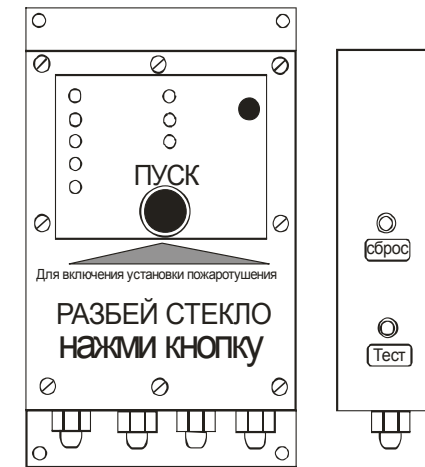

Рис.13
**«Березина УКА 12.5/1» исп 12НАТ, 24НАТ конструктивно изготовлен в герметичном металлическом корпусе с передней панелью из бьющегося стекла, закрывающем доступ к пусковой кнопке (Рис.13).**